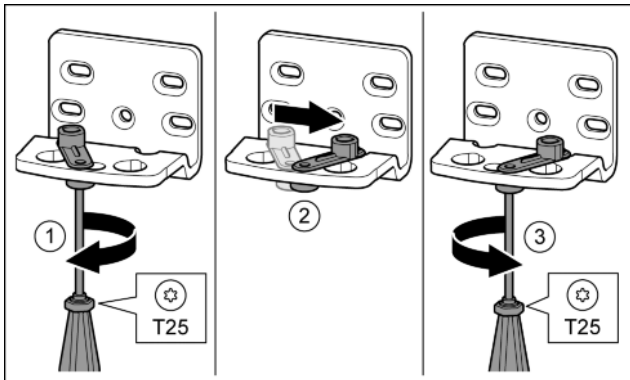

Fig. 17
- ▶ С отвертка T25 завийте хлабаво винта. Fig. 17 (1)
- ▶ Повдигнете помощното приспособление за затваряне на вратата и го завийте в отвора с 90° надясно. Fig. 17 (2)
- ▶ С отвертка T25 затегнете винта. Fig. 17 (3)